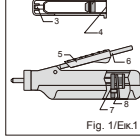

Fig. 1/Ek1
4. Kolbenstange 5. Dosierschieber-läng 6. Hebel 7. Sperrhebel 8. Lösehebel (Fig. 1)